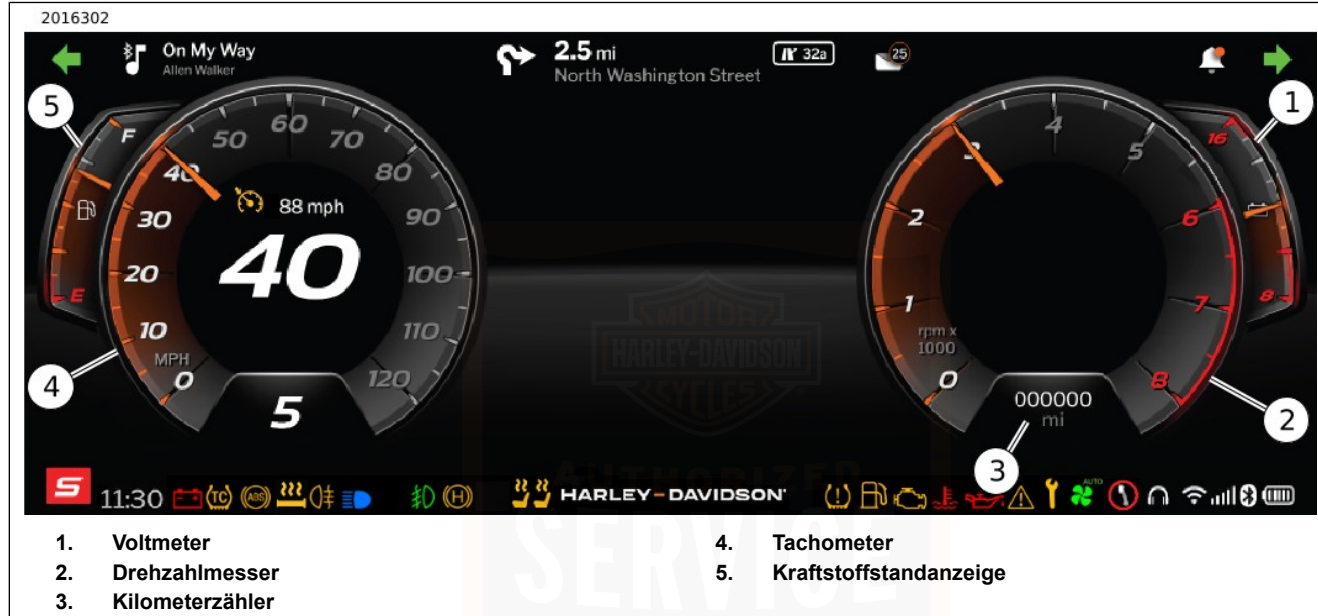

Abbildung 28. IFCU-Instrumente
Siehe Abbildung 28. Die aktuelle Fahrgeschwindigkeit wird auf dem Tachometer (4) im IFCU -Anzeigemodul angezeigt. Die zurückgelegten Kilometer werden im Display des Kilometerzählers (3) angezeigt.
Siehe Abbildung 28. Der Tachometer (4) registriert die Vorwärtsgeschwindigkeit in Kilometer pro Stunde und/oder Meilen pro Stunde (US-Modelle).
Siehe Abbildung 28. Der Drehzahlmesser (2) misst die Motordrehzahl in Umdrehungen pro Minute (U/min x 1000).
Siehe Abbildung 28. Die Kraftstoffstandanzeige (5) zeigt den ungefähren Kraftstoffstand im Kraftstofftank an.
Siehe Abbildung 28. Das Voltmeter (1) zeigt die an der elektrischen Anlage gemessene Spannung an. Wenn der Motor mit einer Drehzahl von mehr als 1500 U/min betrieben
Siehe Abbildung 28. Der Kilometerzähler (3) zeigt die Gesamtzahl der zurückgelegten Kilometer für das Motorrad an. Den Tageskilometerschalter drücken, um zwischen den verschiedenen Widget-Anzeigen zu wechseln.